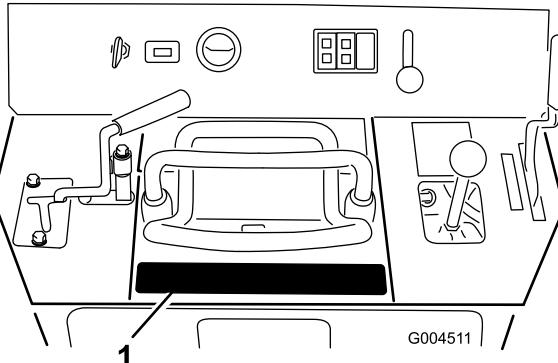

Figure 7
- Nettoyez la surface derrière la commande de déplacement afin de la débarrasser complètement de la saleté et de la graisse (Figure 7).
- Décollez la pellicule protectrice au dos de l'autocollant et apposez-le à l'emplacement indiqué à la Figure 7.